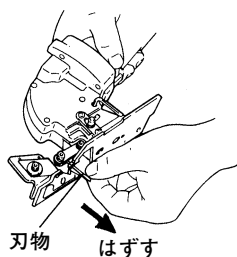

図 17
- (2) ベースの下方より、刃物を持ち、下方にはずします。(図17)